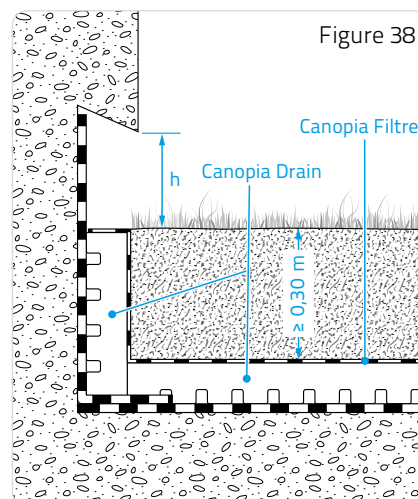

Figure 38
■ Reliefs (supports de relevés) en climat de plaine (Figures 38 et 39).